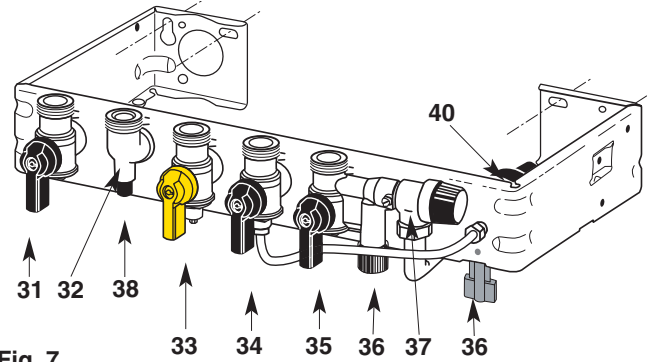

Fig. 7
Un disconnecteur NF est placé sur la barrette robinetterie de la chaudière (voir fig. 7, repère 40).
**Soupape de sécurité et disconnecteur** (fig. 7)